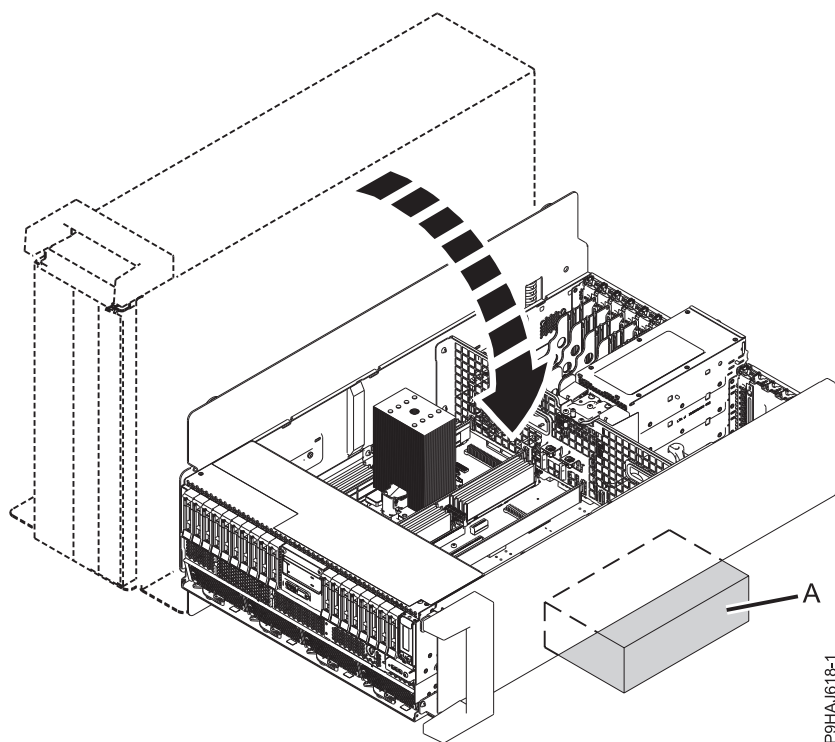

Figure 40. Inclinaison du système autonome en position horizontale
- d. Inclinez avec précaution le système autonome en le ramenant de sa position verticale à une position horizontale. Positionnez le système avec la zone de service ouverte vers le haut, et avec un support de 3 cm (A) le long de son bord supérieur, comme illustré dans la figure 40. Le support (A) permet d'empêcher que la poignée en plastique soit endommagée.